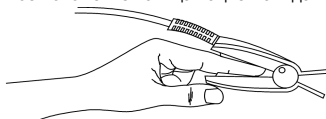

Рис.5-1 Установка датчика
- Выберите оптимальное положение пальца пациента в датчике как на Рис.5-1.